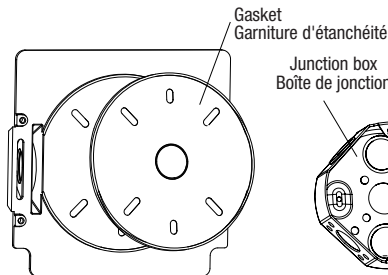

Fig. 3A
4. Peel the yellow sticker and paste the black gasket on the external round area of the back plate of luminaire (Fig. 3A).
4. Décoller l'autocollant jaune et coller la garniture d'étanchéité sur la surface ronde extérieure de la plaque arrière du luminaire (Fig. 3A).